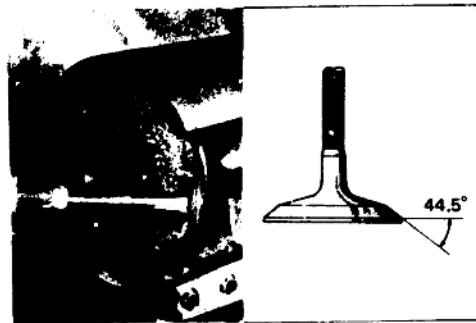

图1-7
7. 因气门座工作面为45度,修磨气门时应按44.5度修磨工作面,如图1-7所示。气门杆长度在修磨杆头时,允许修磨极限值为0.5毫米,气门杆长度标准值:排气门为100.1毫米、进气门为99.9毫米。